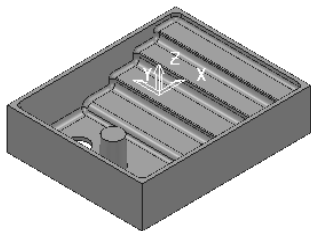

图 2-55 打开范例文件
2) 选择下拉菜单中的“文件”→“范例”命令，弹出“打开范例”对话框，选择“flats.dkg”（“随书光盘：\第 2 章\exercise6\uncompleted\flats.dkg”）文件，单击“打开”按钮即可，如图 2-55 所示。